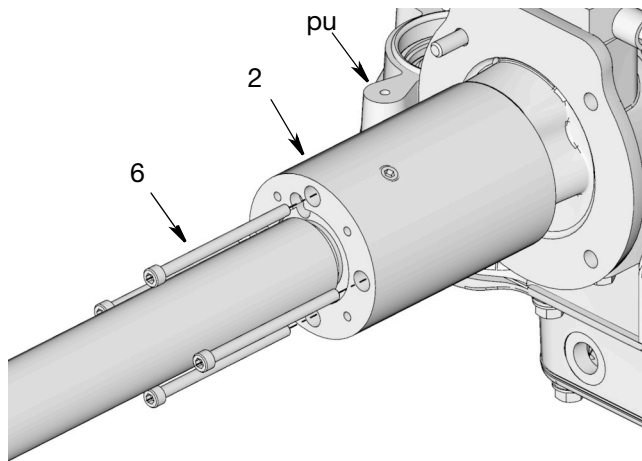

图 48
24. 使用螺丝 (6) 将泵适配器 (2) 固定到泵上部 (pu)。用套筒扳手紧固螺丝 (图 48)。用 7-9 英尺磅 (9-12 牛·米) 的扭矩拧紧。